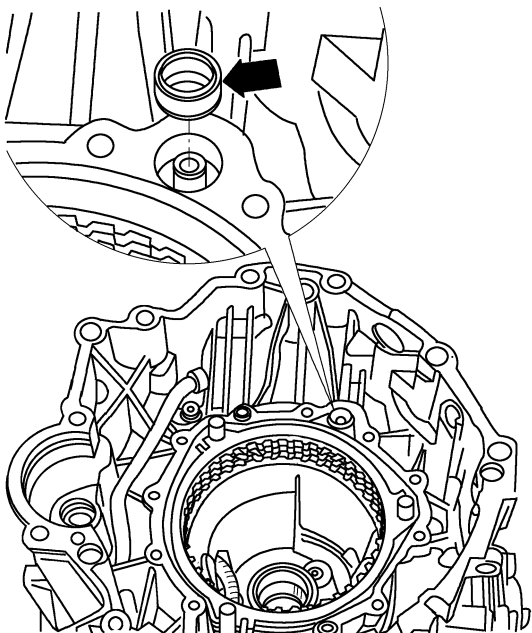
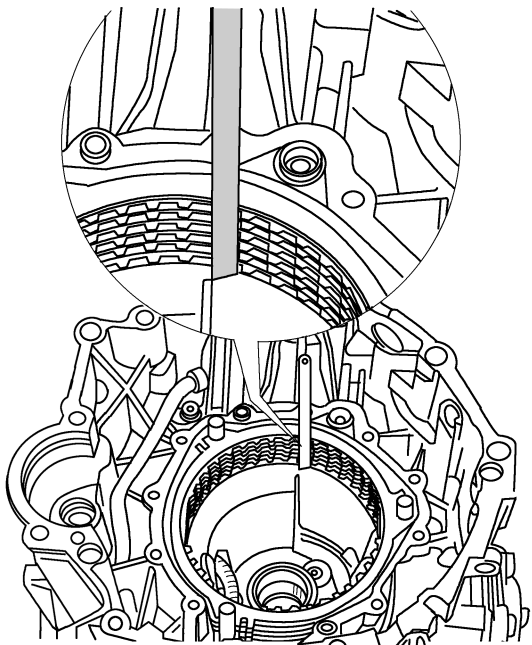

图 2-2-21 检查密封垫的状态
图 2-2-22 校准倒挡离合器的摩擦片
- (3) 如图 2-2-21 中箭头所示，检查密封垫的状态，必要时更换。注意密封环的安装位置，要使密封唇指向法兰盖板。
- (4) 放置纸密封垫。
- (5) 如图 2-2-22 所示，用直尺校准倒挡离合器的摩擦片，使啮合齿完全成一条直线。